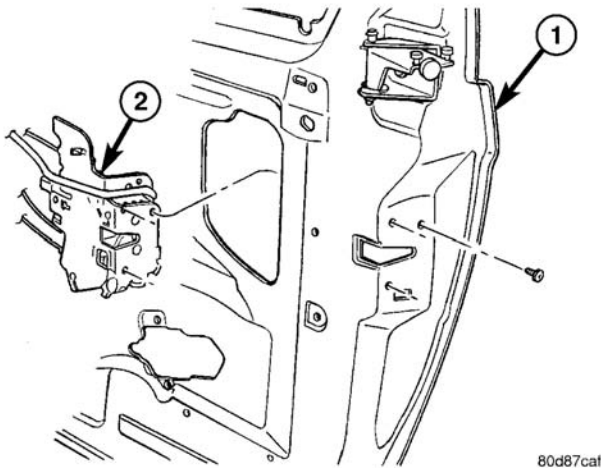

图 4 滑动门锁门/锁总成
- (4) 从闩/锁总成断开外部拉线（图 4）。
- (5) 拆卸泡沫块。
- (6) 拆卸内门把手总成（参见 23-车身/车门-滑动门/内锁闩把手-拆卸）。
- (7) 从锁闩/门锁总成上断开内侧拉线。
- (8) 从曲杆上断开拉杆。
- (9) 从下部铰链断开保持打开门锁拉线。
- (3) 如已配备，则将导线接头接至电动门锁电机（图 4）。
- (4) 将螺栓插入滑动门内板的开槽。
- (5) 紧固将闩/锁总成固定到滑动门的螺栓。
- (6) 将内侧拉线与锁闩/门锁总成结合。